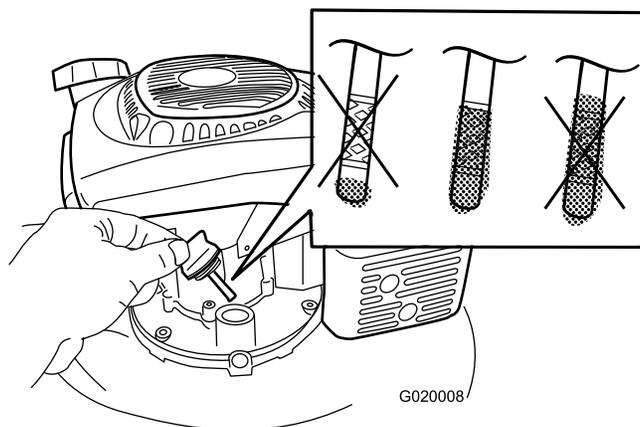

Bild 8
1. Entfernen Sie den Peilstab, wischen ihn ab und stecken ihn in den Öleinfüllstutzen, schrauben Sie ihn **nicht** hinein (Bild 8).
2. Nehmen Sie den Peilstab heraus und prüfen Sie den Ölstand (Bild 8). Wenn der Ölstand unter der Auffüll-Markierung ist, gießen Sie **langsam** Öl in den Einfüllstutzen, um den Ölstand auf die Voll-Markierung am Peilstab anzuheben. **Füllen Sie nicht zu viel ein.** (Max. Füllstand: 0,65 l der Ölsorte: Waschaktives 10W-30 oder SAE 30 Öl mit